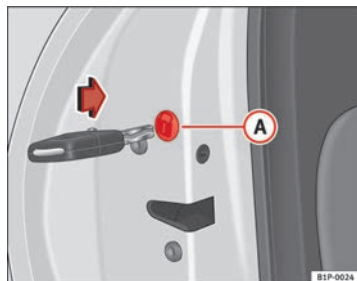

Fig. 60 Verrouillage d'urgence des portes
Ouvrez la porte et retirez le cache (A) ⇒ fig. 60, sur lequel un cadenas est dessiné. Vous verrez apparaître une pièce circulaire et pivotante avec une rainure au centre. Introduisez la clé dans la rainure et tournez la pièce dans le sens horaire pour les portes de droite et dans le sens anti-horaire pour les portes de gauche.